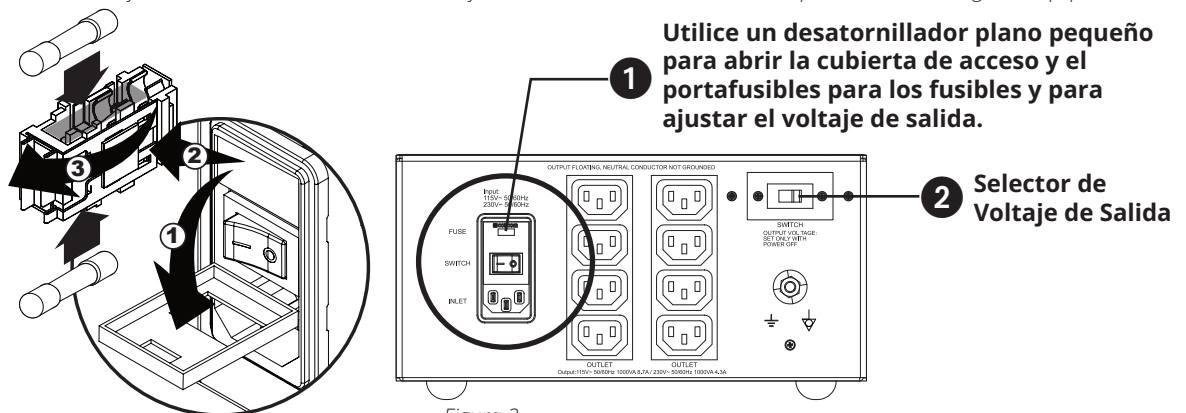

Figura 2
La selección de voltaje de entrada se realiza mediante el portafusible de entrada (Figura 2). El voltaje seleccionado se mostrará sobre el switch de alimentación ①. También tendrá que introducir el valor correcto del fusible dependiendo del voltaje de entrada. Para el valor correcto del fusible, consulte la tabla en la sección 3.1.5. La selección del voltaje de salida se realiza con el selector ②. La sección del switch del selector del voltaje de salida viene equipada con una cubierta de placa que tiene una pequeña abertura. Utilice un pequeño destornillador de punta plana para acceder a la pequeña abertura y configurar el voltaje de salida.